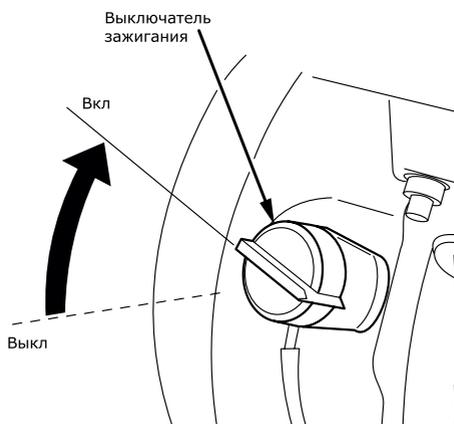

Рис. 12
- Поставьте выключатель зажигания в положение «ВКЛ» (рис. 12).